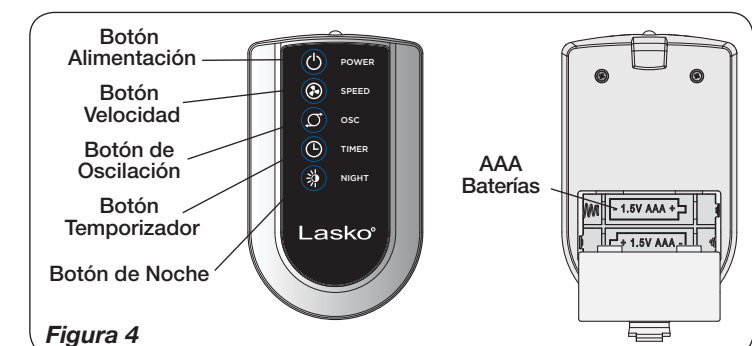

Figura 4
1. Instale las dos baterías "AAA" (no incluidas), como se muestra en la Figura 4.